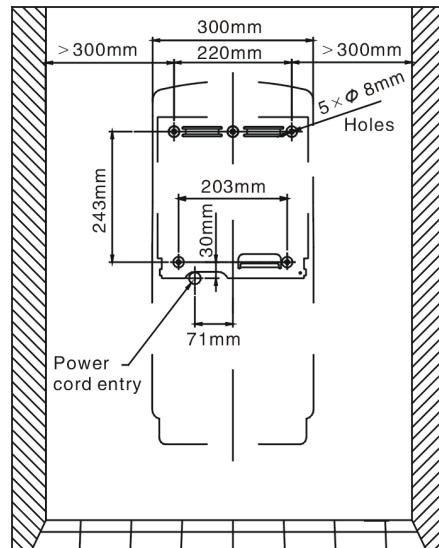

Fig.3
2. Placez le gabarit contre le mur à la hauteur souhaitée (voir HAUTEURS DE MONTAGE RECOMMANDÉES) et marquez les emplacements des 5 trous de montage et entrée du cordon d'alimentation à l'emplacement découpé (voir fig.3).